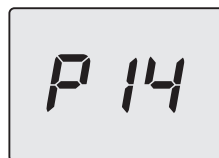

Figura 5.64
- Scorrere i vari parametri utilizzando i tasti 12 (indietro) o 14 (avanti) fino a far apparire sul display LCD le lettere **P14** che si alternano con il valore del parametro (Figura 5.64).